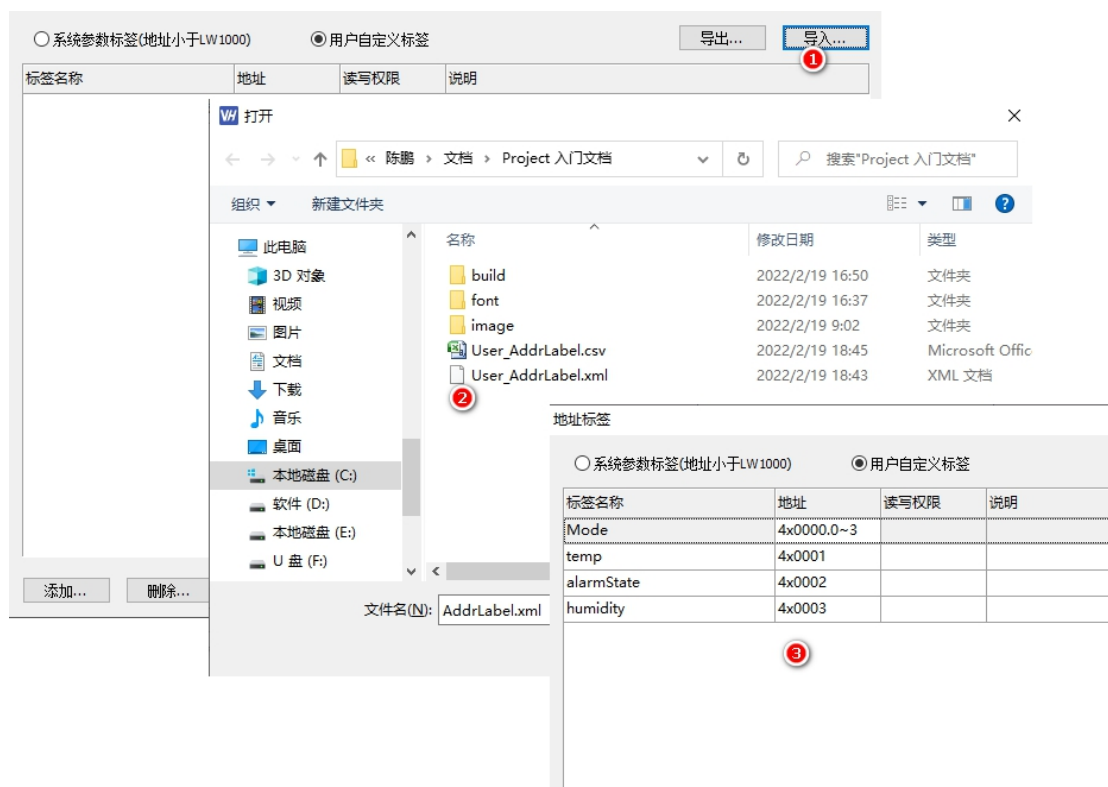

图 12-12 导入标签
3. 导入 csv,xml 格式, 如图 12-12 所示。